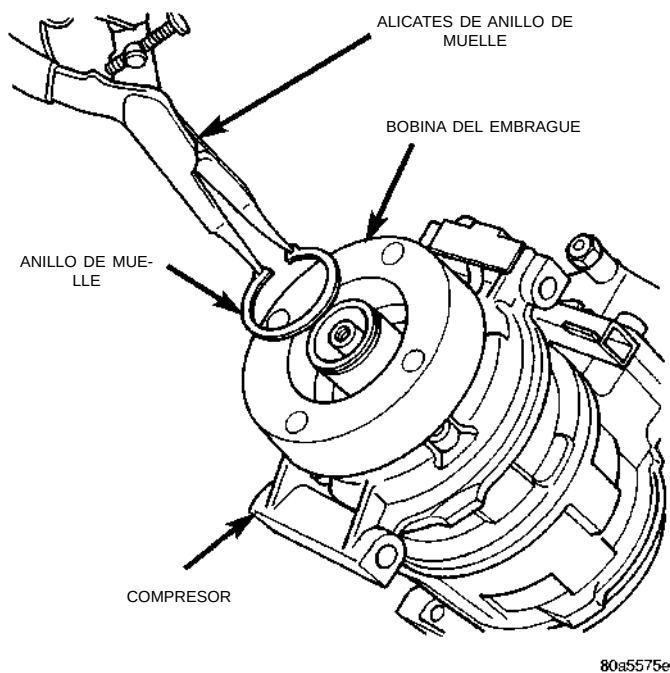

Fig. 26 Anillo de muelle de la bobina del embrague
- (4) Retire el tornillo de la abrazadera/collarín a masa del cable de la bobina y el mazo de cables.
- (5) Retire el anillo de muelle que sujeta la bobina del inductor a la caja del compresor (Fig. 26). Deslice la bobina del inductor para sacarlo de la caja del compresor.
- (6) Examine las caras de fricción de la polea rotora del disco delantero, para determinar si están desgastadas. La polea y el disco deben reemplazarse si el desgaste es excesivo o si hay rayaduras. Si las superficies de fricción están aceitosas, inspeccione el área de la punta del eje del compresor para determinar si hay exceso de aceite. Si es así, el sello del eje tiene una fuga y debe reemplazarse.